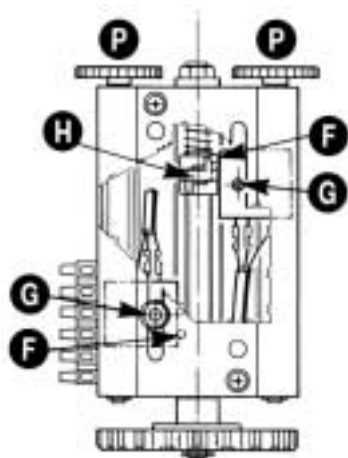

Fig. 7
- 1 - **Après avoir positionné les cames de fin de course sur la crémaillère (Fig.7 page4),** mettre le Dip1 sur ON. Le voyant lumineux DL5 commencera à clignoter.